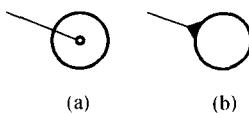

图1-4
4. 局部自由度在平面机构中主要出现在有滚子的场合。在计算自由度时,为了防止错算构件数和运动副数,建议将图1-4(a)所示的滚子及其安装件固连为一个整体,如图1-4(b)所示。